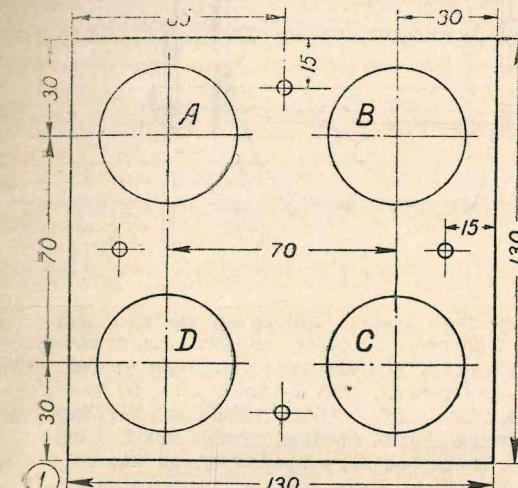

Рис. 1
Синхронный моторчик состоит из четырех электромагнитов A, B, C, D (рис. 1), которые укреплены на железном основании (1) и образуют неподвижную часть мотора, называемую «статором». Моторчик рассчитан на питание его